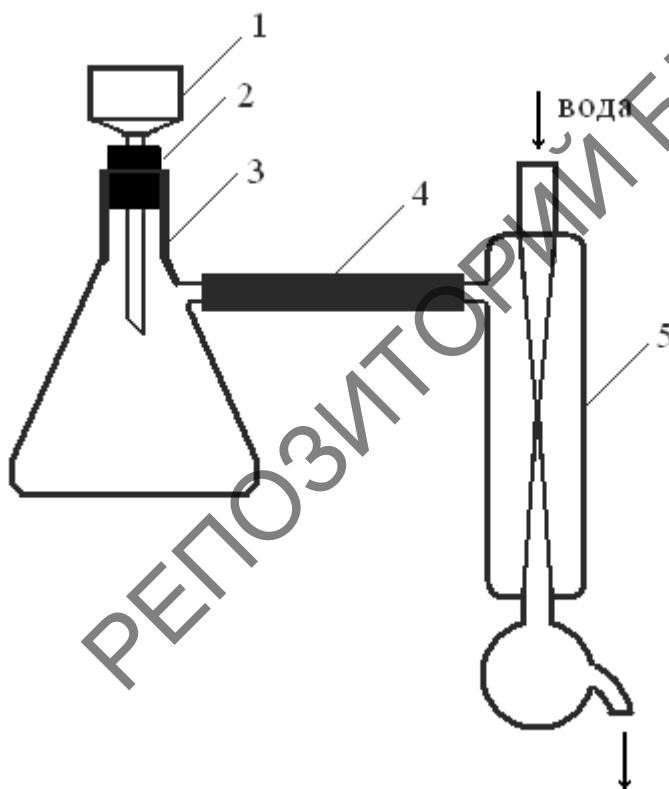

Рис. 2.4. Прибор для фильтрации при пониженном давлении.
**Колба Бунзена (Т, П)** предназначена для фильтрации в нее жидкости под пониженным давлением с использованием воронки Бюхнера или фильтра Шотта (см. рис. 2.4). К боковому отводу колбы Бунзена присоединяется шланг водоструйного насоса, при открытии крана в колбе возникает разрежение, ускоряющее процесс фильтрации. Чтобы прекратить фильтрацию, не следует сразу выключать водоструйный насос, так как при этом воду может перебросить в колбу. Необходимо сначала осторожно отсоединить шланг от системы или снять воронку (фильтр Шотта), а уже затем закрыть кран насоса.